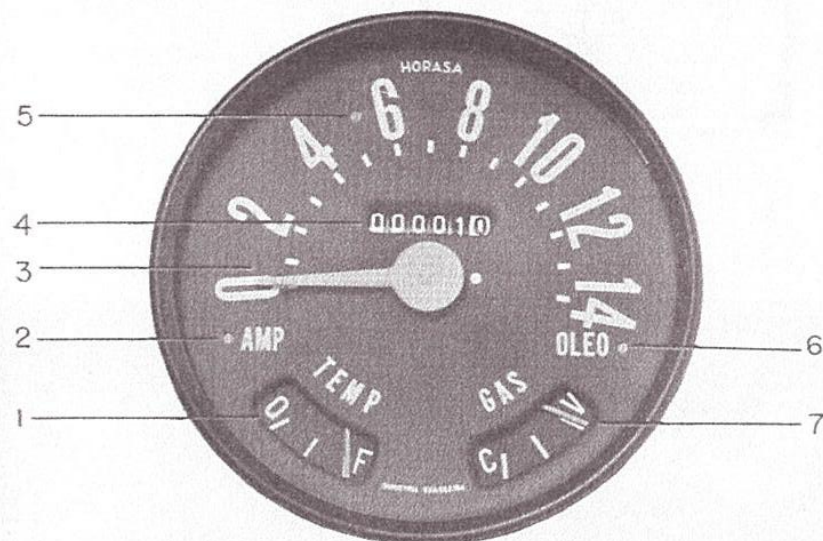
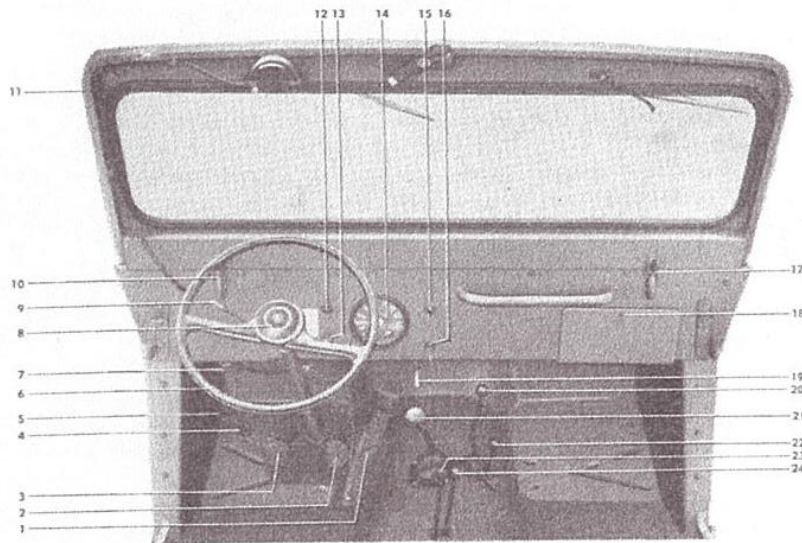

Fig. 5. Instrumentos
Fig. 8. Contrôles do veículo
O mostrador do velocímetro, (Fig. 5), n.º 3, é dividido em graduações de 10 quilômetros por hora. O ponteiro indica a velocidade do veículo. O odômetro, n.º 4, registra o número de quilômetros percorridos, sendo que o último algarismo à direita (de cor diferente) indica décimos de quilômetro.
A lâmpada vermelha, n.º 5, quando acesa, indica que os faróis estão com luz "alta". Veja "comutador de luz alta e baixa" na fig 8, n.º 4.
O interruptor de luzes, fig. 8, n.º 15, é do tipo de puxar. Quando o botão está introduzido em todo o seu curso, todas as luzes estão apagadas. Puxado até a primeira posição, acende as lanternas dianteiras e traseira; puxado até a segunda posição acende os faróis, apagando as lanternas dianteiras. A luz do grupo de instrumentos no painel, fica acesa tanto quando estão sendo operadas as lanternas como os faróis.
O botão, fig. 8, n.º 4, para o movimento de luz alta e baixa está localizado no assoalho, à esquerda do pedal da embreagem. A luz alta, para dirigir nas estradas e a baixa para uso nas cidades, podem ser alternadas, de acordo com as necessidades, pressionando-se o botão com o pé. Uma luz vermelha fig 5, n.º 5, no painel de instrumentos ficará acesa quando a luz alta estiver sendo usada pelos faróis.
A buzina é operada premindo-se o botão, fig. 8, n.º 8, localizado no centro do volante da direção.
A Camioneta Militar Jeep é ventilada através de um alçapão de ventilação, localizado no centro do curvão do veículo, em frente ao pára-brisa. Para abrir ou fechar o alçapão de ventilação, movimenta-se a alavanca instalada debaixo do painel de instrumentos fig. 8, n.º 19.
O pedal do freio de estacionamento, fig. 8, n.º 5, está montado na parte inferior do painel de instrumentos, no canto esquerdo e ao lado da coluna da direção. Aperte o pedal para frear. Para soltar o freio aperte para baixo a alavanca. Fig. 8, n.º 7.
Partida do Motor. Para dar partida ao motor, depois de ligada a chave de ignição coloque a alavanca de mudanças de velocidade, fig. 8, n.º 21, em ponto morto. Ponha a alavanca da caixa de transmissão múltipla (transferência) última da direita, fig. 8, n.º 22, na posição "direta", isto é, puxada para trás, e desligue o eixo da tração dianteira, empurrando para a frente a respectiva alavanca, para a posição "desligado", (Fig. 8, n.º 20).
Desembreie, pisando o pedal da embreagem, fig. 8, n.º 3, e gire a chave de ignição ao máximo para a direita, deixando-a voltar à posição "ligado", logo que o motor pegar.
- 1 — Para mudar a tração de duas para quatro rodas, aperte o pedal da embreagem, solte o acelerador e puxe a alavanca esquerda, fig. 8, n.º 20, para trás. Isto liga a tração nas quatro rodas na prise direta da caixa de transmissão múltipla, podendo-se operar o veículo da maneira convencional.
- 2 — Com a ligação da tração no eixo dianteiro e, conseqüentemente, tração nas quatro rodas, a alavanca direita, fig. 8, n.º 22, pode ficar em prise direta (para trás) ou em reduzida (para a frente). A posição neutra, meio caminho entre a direta e a reduzida, desliga a tração das quatro rodas.